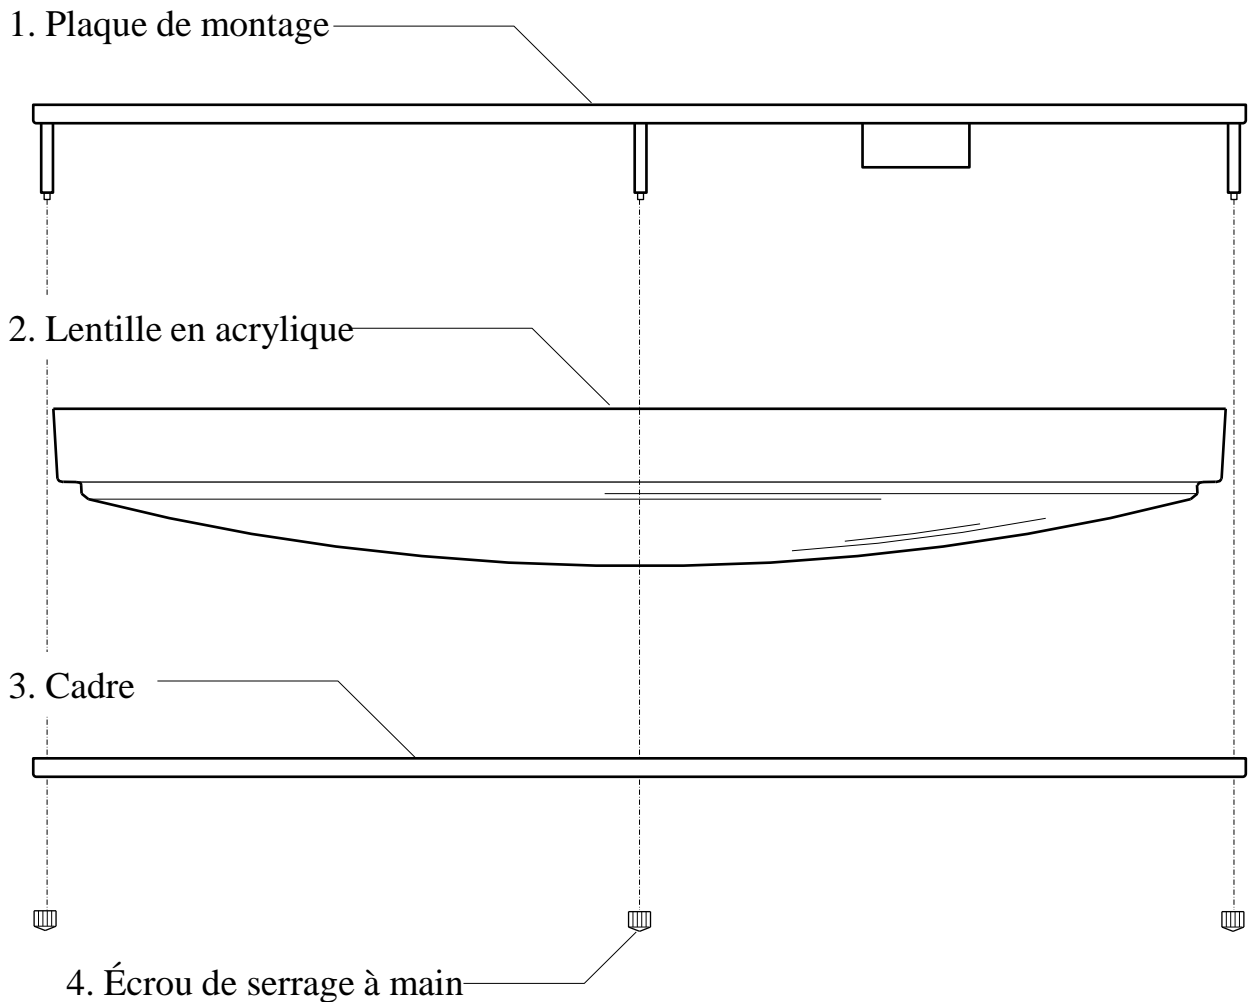

Fig. 4
- Fixez la lentille en acrylique (n° 2) et le cadre (n° 3) sur la plaque de montage (n° 1) à l'aide des écrous de serrage à main (n° 4), tel qu'illustré. (**Fig. 4**)